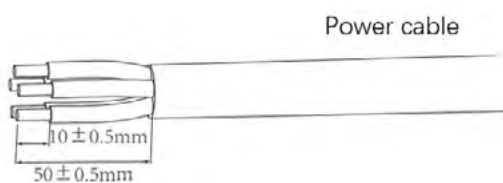

Abb. 7 Netzkabel abisolieren
3. Isolieren Sie das Netzkabel ab, wie in Abb. 7 dargestellt.